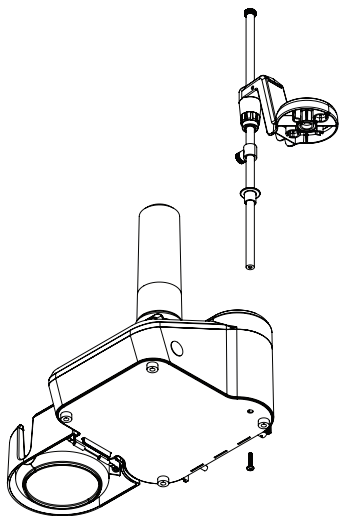

Figura 3. Local de fecho para apertar o eixo do suporte do elétron
2. Fixe o eixo do suporte do elétron ao titulador inclinando a unidade e apertando o fecho fornecido. O fecho é um parafuso cativo acessível através do orifício na parte inferior do titulador. O titulador possui uma chave de fenda de tipo Torx T20 para utilizar nesta etapa da instalação. Consulte a **Figura 3**.